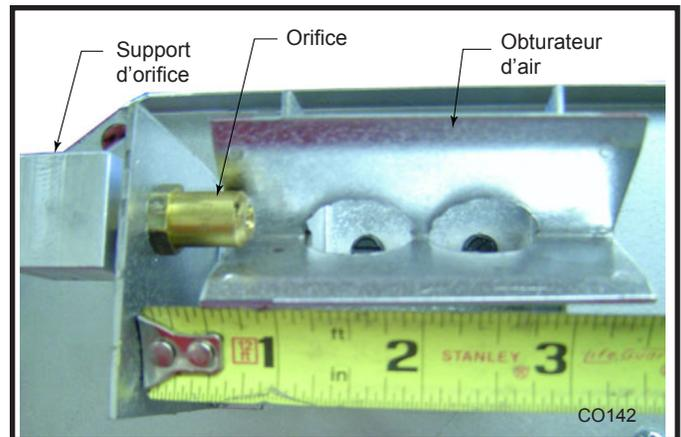

**Fig. 80** Inclinez le lit de cendres légèrement afin de corriger l'emplacement du venturi et de l'obturateur d'air.
2. retirez prudemment le lit de cendres en soulevant le côté droit d'abord et en le retirant en direction du côté droit de l'unité. (Fig. 80)